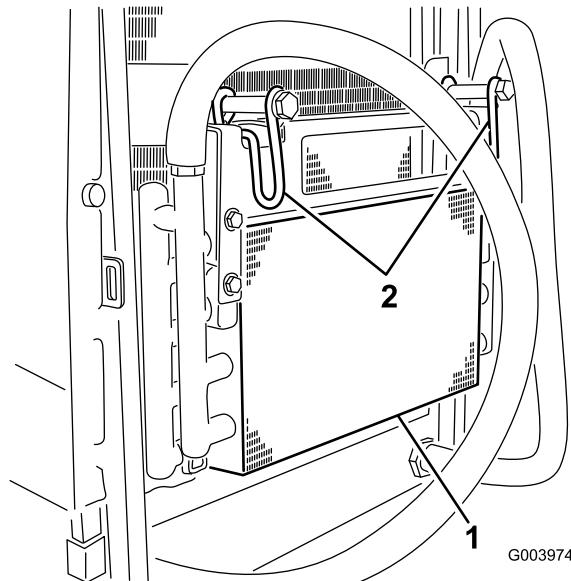

Figura 58
5. Articule os trincos para dentro para libertar o arrefecedor do óleo (Figura 58).